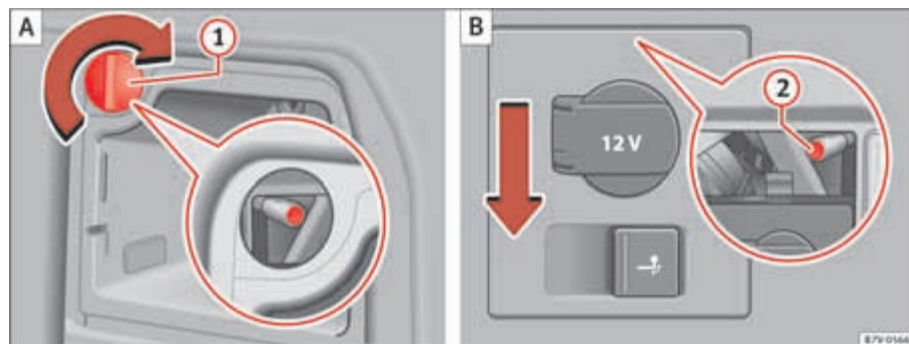

Fig. 221 En el lateral del maletero: Desmontar las luces posteriores izquierda y derecha. ① retirar el capuchón; ② tornillo de fijación.
4.	Gire el capuchón ⇒ fig. 221 ① 90° en el sentido de la flecha y retírelo.
5.	Desenrosque el tornillo de fijación ⇒ página 386, fig. 221 ② con el destornillador de las herramientas de a bordo ⇒ página 372. El tornillo queda asegurado en su posición.